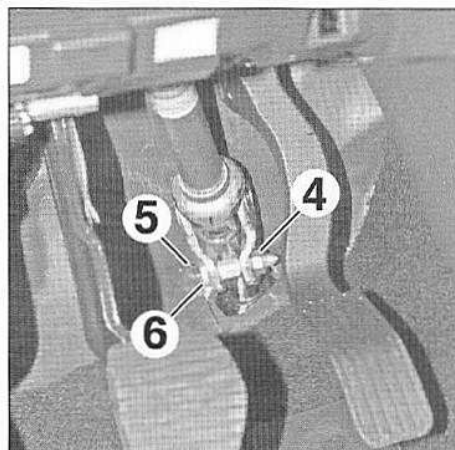

FIG.7
- Déposer l'écrou (4) (Fig.7).
- Ecarter l'agrafe (5).
- Déposer la vis (6).